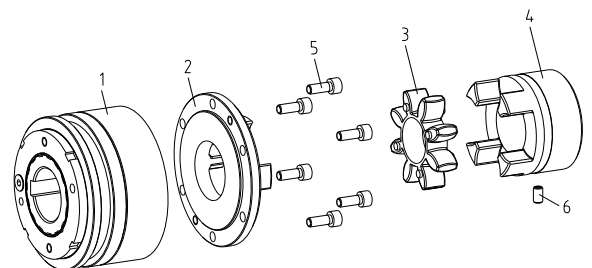

Fig. 10 : KTR-SI avec accouplement élastique ROTEX®
- Pour les tailles 5 à 7, une clavette supplémentaire est prévue entre les composants 1 et 2 (voir figure 10).